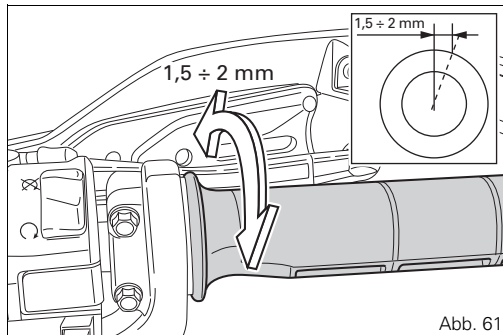
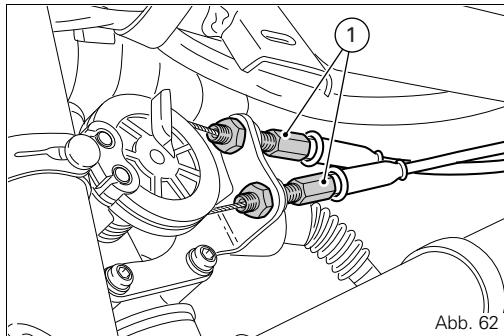

Abb. 61
Abb. 62
Der Gasdrehgriff muss in allen Lenkeinschlagpositionen einen Leerhub, am äußersten Rand der Gasdrehgriffs gemessen, von $1,5 \div 2,0$ mm aufweisen (Abb. 61). Sollte dies nicht der Fall sein, muss der Hub durch Betätigen der entsprechenden Einstellelemente (1) des Drosselklappenkörpers reguliert werden (Abb. 62).